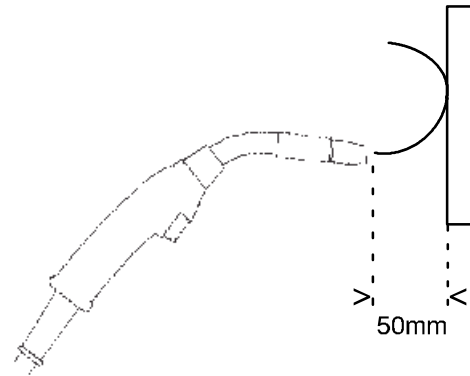

Fig. 2
- Quando se posiciona a tocha a uma distância de aproximadamente 50 mm do pedaço de madeira, o arame deve ser alimentado para fora, ficando dobrado (fig. 2).